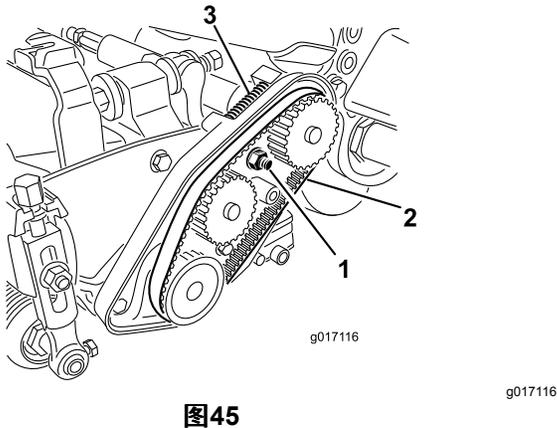

图45
- A. 松开轴承座安装螺母(图45)。
- C. 清除皮带舱内部和压缩弹簧周围的任何杂物(图45)。